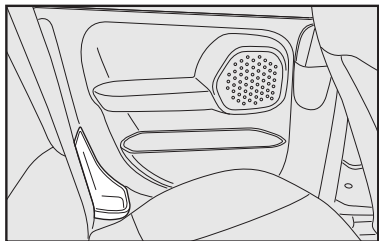

fig. 82
- lateral da porta traseira da Strada Cabine Dupla **fig. 82**.